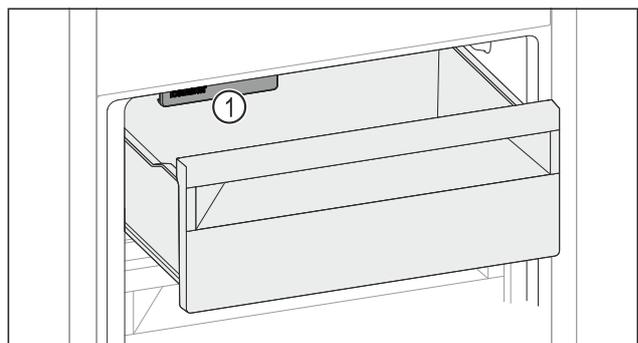

Fig. 65
- ▶ Учитывайте IceMaker Fig. 65 (1).